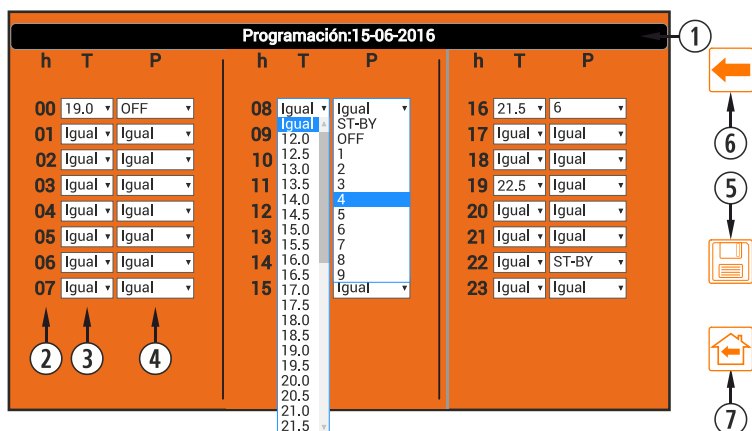

Figura 40
Es importante validar dicha programación pulsando en guardar (punto ⑤, figura 40) tras realizar la programación.